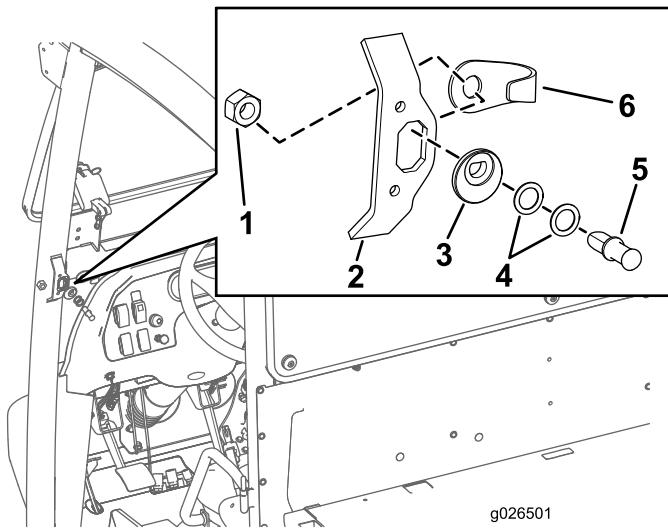

Figura 5
- Alinhe o excêntrico do pino do trinco com a abertura da placa do percursor na posição que se mostra na Figura 5.
- Insira o pino do trinco (primeiro sem as anilhas) no excêntrico do pino do trinco (Figura 5).
- Alinhe o resguardo do pino e a porca hexagonal (7/16 pol.) na parte posterior da abertura da placa do percursor (Figura 5).
- Aperte à mão a porca hexagonal (7/16 pol.) no pino do trinco, para que fique justa (Figura 5).